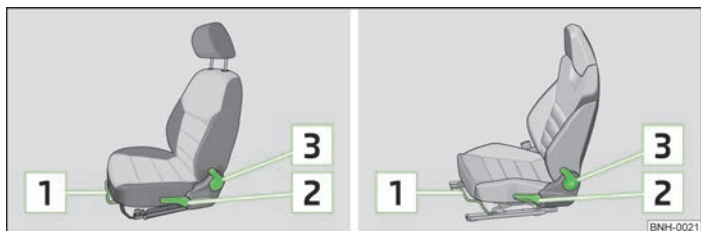

Fig. 32 Elemente de comandă pentru reglarea scaunului / Elemente de comandă pentru reglarea scaunelor sport
- Trageți maneta (în zona sa centrală)  » fig. 32 în sus și deplasați simultan scaunul în poziția dorită.
- Dacă doriți să ridicați scaunul, ridicați maneta  » fig. 32 în sus, respectiv pompați.
- Scoateți de sub sarcină spătarul (nu vă rezemați), trageți maneta  » fig. 32 în jos și setați cu spinarea înclinarea dorită a spătarului.